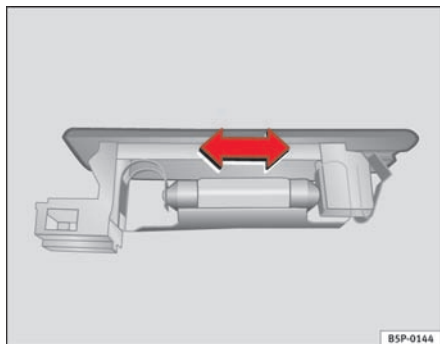

Fig. 164 Bagagerumslys
- Tryk pæren til siden, og tag den ud af huset ⇒ fig. 164. ■